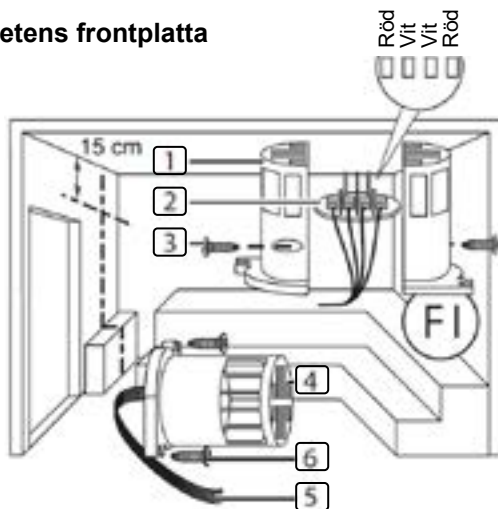
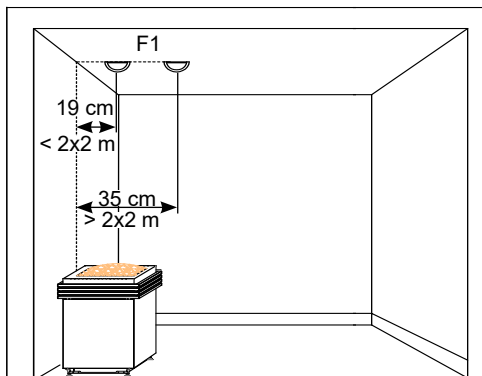

Bild 6: Montering av aggregatgivaren på väggmonterat bastuaggregat
Bild 7: Montering av aggregatgivaren på stående eller pellarformat bastuaggregat
Observera följande punkter vid montering av aggregatgivaren **Bild 6** och **Bild 7**:
- Aggregatgivaren ska monteras på det vägghängda aggregatets baksida ovanför mitten av aggregatet. Den måste sitta minst 15 cm från bastuns tak. Observera följande vid stående eller pelarformat aggregat **Bild 7 på sidan 16**.
Genomför följande steg för att montera aggregatgivaren (se **Bild 6**):
3. Kläm fast de fyra anslutningarna på aggregatgivarledningarna 5 enligt **Bild 6 på sidan 16**.